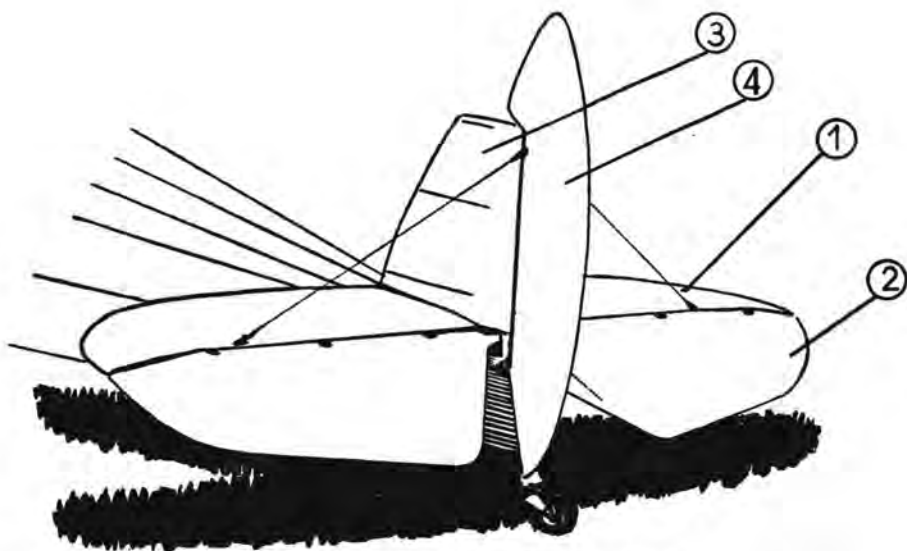

Fig. 9. — Les empennages d'un avion de tourisme.
b) une partie mobile, le **GOUVERNAIL de DIRECTION** (4) qui permet à l'avion de changer de direction dans le plan horizontal (fig. 9).